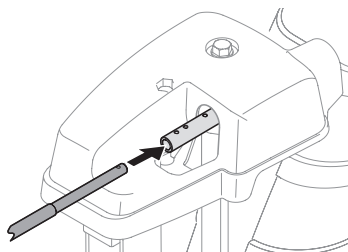

Figure 2-36
2. Insérez l'extrémité ronde de la tige de commande de la goulotte (trou vers le haut) à fond dans la tête de commande de la goulotte. Voir Figure 2-36.